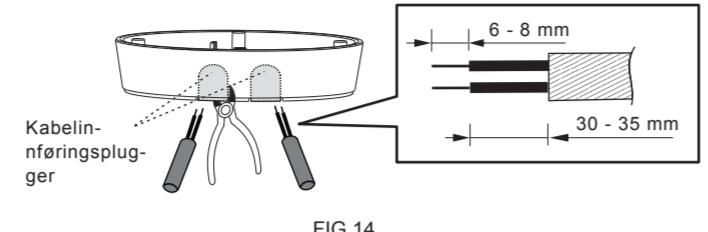

FIG.14
4.4.3.2 For å dra AC-strømkabler gjennom siden av koblingsboksen, kan du bruke klippetang til å bryte kabelgjennomføringene på siden av koblingsboksen, og den deretter kablene inn i koblingsboksen gjennom den. Fjern 6-8 mm med kabelhylse for kabeltrekking (Se FIG.14).